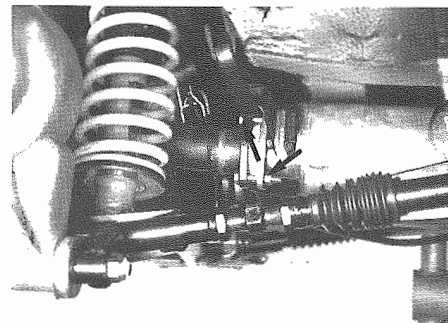

Fig. 4 - Viti di fissaggio
- Loosen the screws fixing side and rear mufflers (**Fig. 4**).
- Disassemble the support rubber rings (4) (**Fig. 4**).
- Allentare ed estrarre le viti di fissaggio silenziatore posteriore ai laterali (**Fig. 4**).
- Unscrew and take out the screws fixing rear muffler to the side ones (**Fig. 4**).